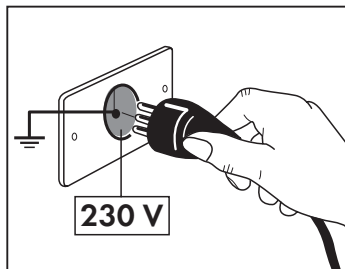

Fig. 1
- Assurez-vous que l'installation électrique du secteur (230 V - 50 Hz) est dotée d'une mise à la terre et d'un disjoncteur thermique, conformément aux normes en vigueur sur cette matière **(Fig. 1)**